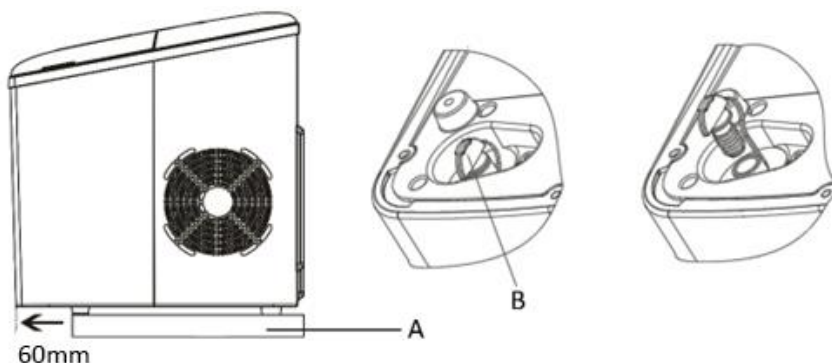

Abb. 4
Das Gerät etwa 60 mm vor die Arbeitsplatte (A) verschieben. Den Verschlussstopfen (B) öffnen, um das Restwasser abzulassen. Das Restwasser kann in einem Behälter aufgefangen werden. Anschließend den Verschlussstopfen wieder korrekt anbringen. (Abb. 4)